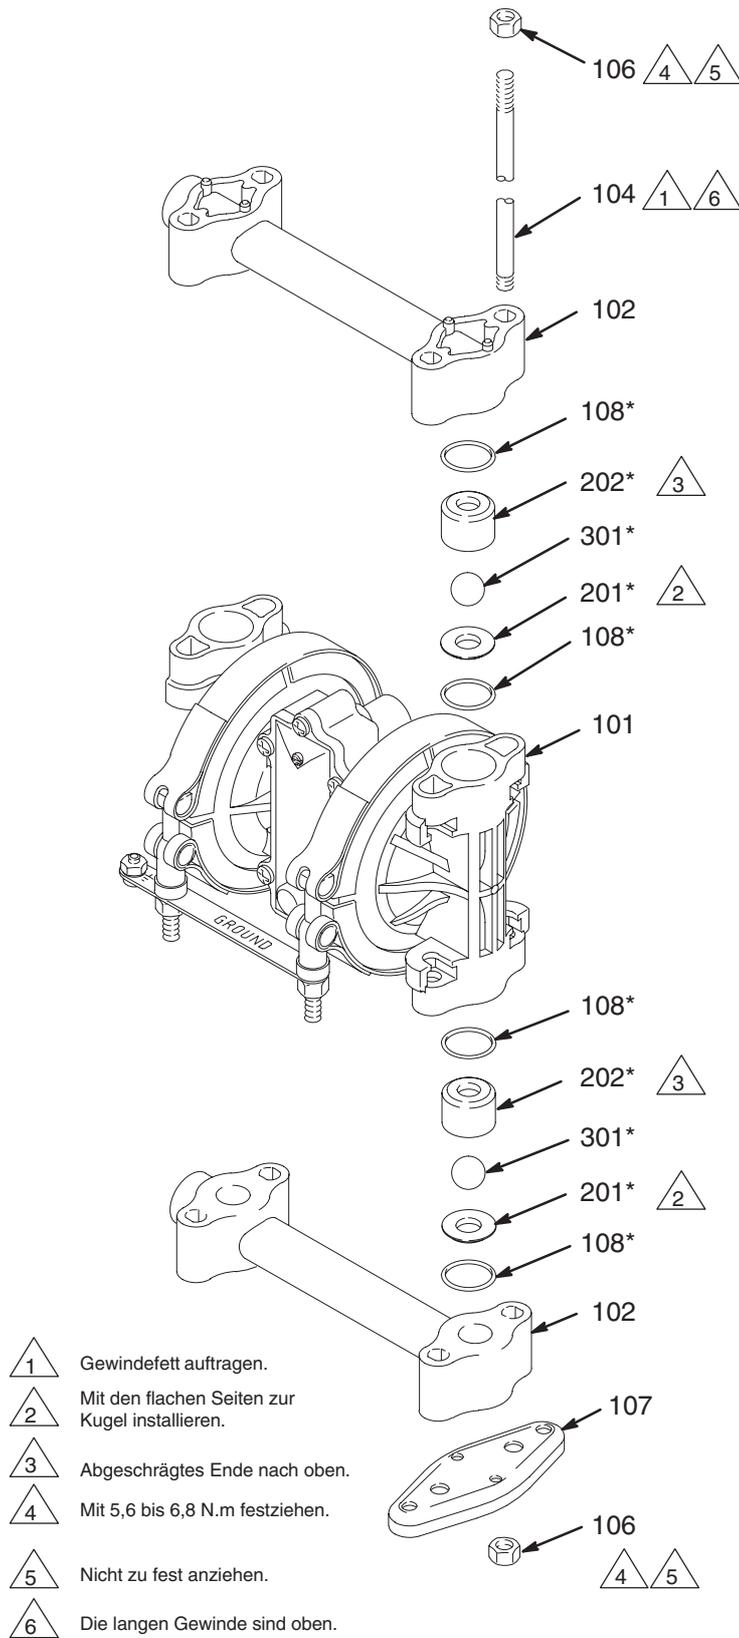

Abb. 15
2. Mit einem 13 mm Steckschlüssel die Muttern (106), mit denen der obere Verteiler (102) an den Deckeln (101) befestigt ist, entfernen. Den Verteiler von der Pumpe abheben. Siehe Abb. 15.
3. Den äußeren O-Ring (108), die Kugelführung (202), die Kugel (301), den Kugelsitz (201) und den inneren O-Ring (108) von beiden Deckeln entfernen.
4. Die Pumpe umdrehen. Die Verbindungsstangen (104) aus der Pumpe herausziehen, die vier Muttern (106) jedoch auf den Stangen lassen. Die Füße (107) und den unteren Verteiler (102) entfernen.
5. Den äußeren O-Ring (108), den Sitz (201), die Kugel (301), die Kugelführung (202) und den inneren O-Ring (108) von den Deckeln (101) entfernen.
7. Die Einlaßrückschlagventile wieder unten in die Pumpe einbauen. Dabei die Hinweise in Abb. 15 beachten. Sicherstellen, daß die Rückschlagventile **genau** wie in der Zeichnung eingebaut werden.
8. Den unteren Verteiler (102) und die Füße (107) an ihre richtige Stelle unten in der Pumpe bringen.
9. Die langen Gewinde jeder Stange (104) durch die Füße und den unteren Verteiler einführen. Die Stangen durch die Deckel (101) hindurch nach oben drücken, bis die Mutter (106) am Ende der Stangen am Fuß aufsitzt. Sicherstellen, daß die Stangen ganz hineingedrückt werden. Die Pumpe aufrecht stellen (die Stangen haben einen leichten Preßsitz und halten die Pumpenteile sicher fest).
10. Die Auslaßkugelventile wieder oben in die Pumpe einbauen und dabei alle Hinweise in Abb. 15 berücksichtigen. Sicherstellen, daß die Kugelventile **exakt** wie dargestellt zusammengesetzt werden. Um Leckagen zu verhindern, mit den Fingern rund um die O-Ringe (108) streichen und prüfen, ob sie richtig sitzen.
11. Den oberen Verteiler (102) und die vier Muttern (106) einbauen. Mit 5,6 bis 6,8 Nm anziehen. **Nicht zu fest anziehen.**